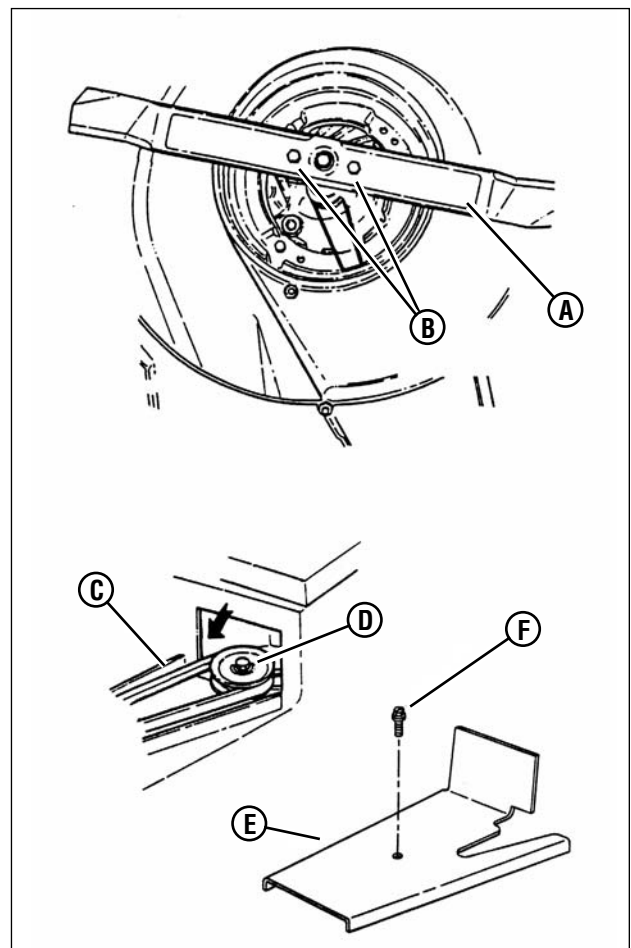

Figure 15 : Remplacement de la courroie d'entraînement
2. Enlevez la vis de retenue (**F**, **Figure 15**) qui maintient le cache de courroie (**E**). Enlevez ce cache (Voir la Figure 4.5).